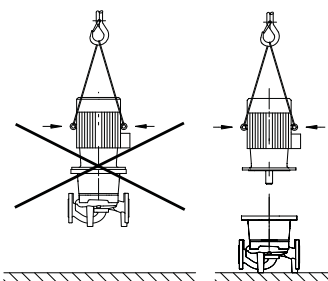

Fig. 5: Anschlagen des Motors
- Die Transportösen am Motor sind nur zum Transport des Motors, nicht aber der ganzen Pumpe zugelassen (Fig. 5).